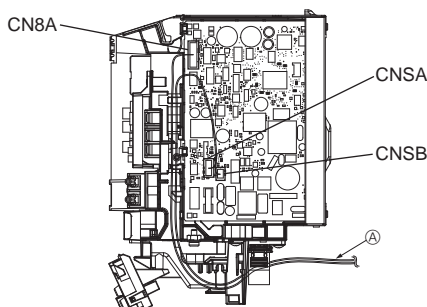

Fig. 6-9
3. Den optionalen Leitungsdraht ① mit dem Platinensteckverbinder verbinden. (Fig. 6-9)